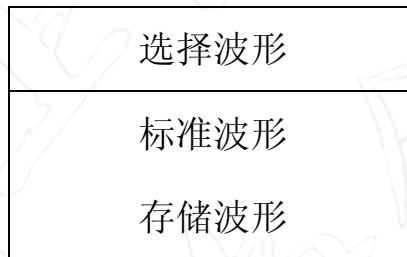

图 4.4-2
(4)同屏比较：光标在 位时，按下“确认”键。进入同屏比较功能，屏幕弹出第二菜单如下图 4.4-2。